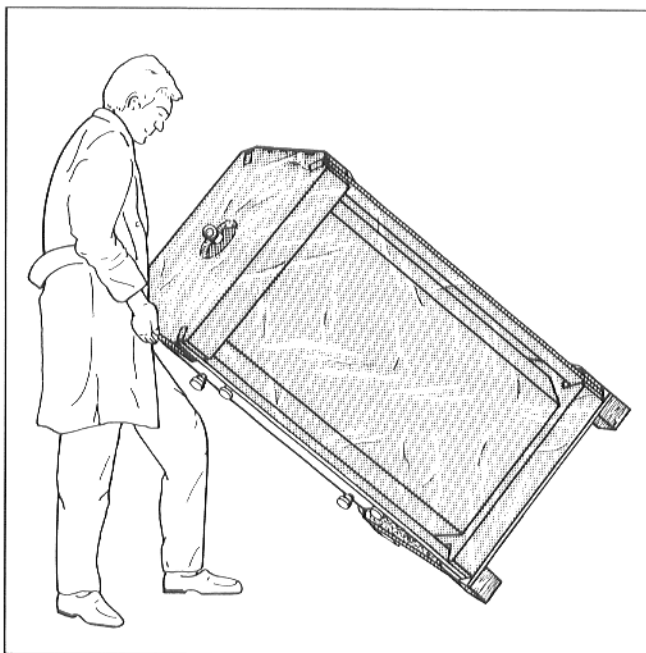

Fig. 18
- Beholderen vippes ud over pallekanten og opstilles (Fig. 18).